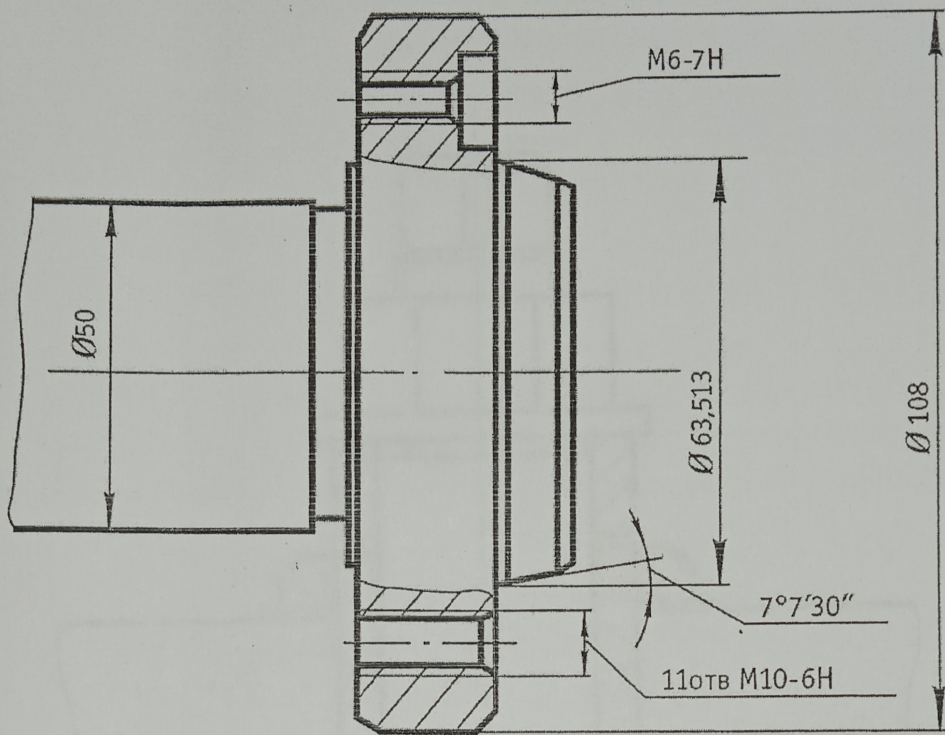

Рис.2 Шпиндель станка
12.2.1. Шпиндель станка	рис. 2